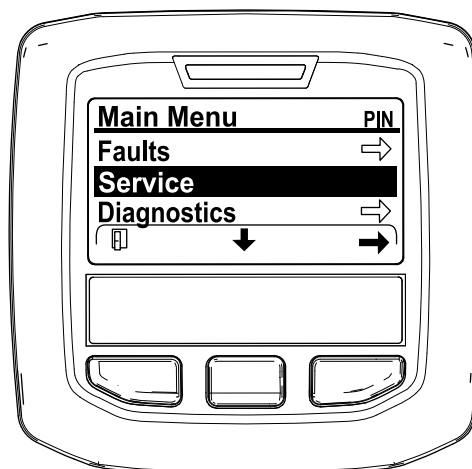

図 37
2. メインメニューMAIN MENU画面で、中央ボタンを押して整備SERVICEメニューへ移動し、右ボタンで整備SERVICEを選択する 図 37。